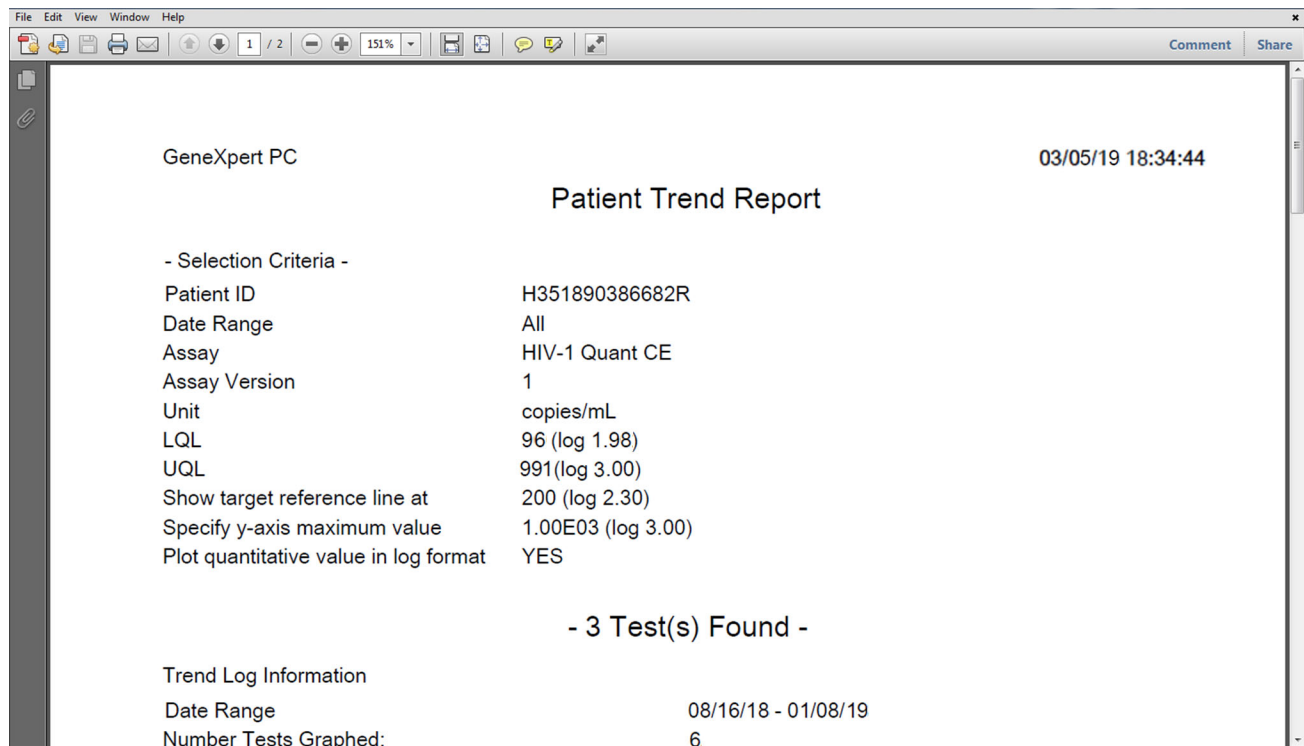

Figura 10-77. Exemplo de um relatório de tendências do paciente apresentado no Adobe Reader
- **PREVIEW PDF (PRÉ-VISUALIZAR PDF)** – Cria um ficheiro PDF e apresenta o ficheiro na janela do Adobe Reader. Ver Figura 10-77. Pode guardar e imprimir o ficheiro PDF a partir do software Adobe Reader.